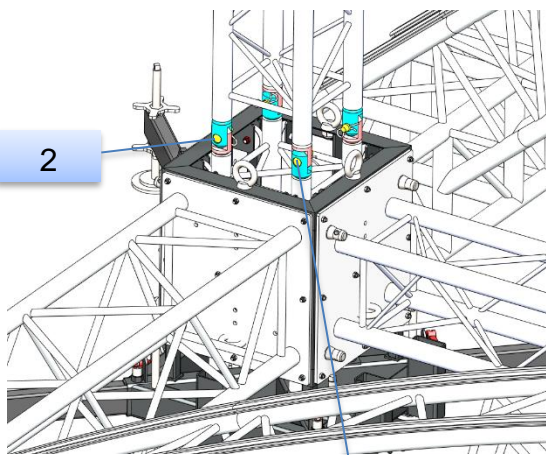

Figure 10
- 2) Assembler le linéaire des 2 tours avec les 2 chapes (rep 2) des CHAR78 installées suivant la Figure 10
- 4) Insérer les 2 axes et 2 goupilles de sécurité (rep 4) dans les charnières CHAR78. (Figure 10)